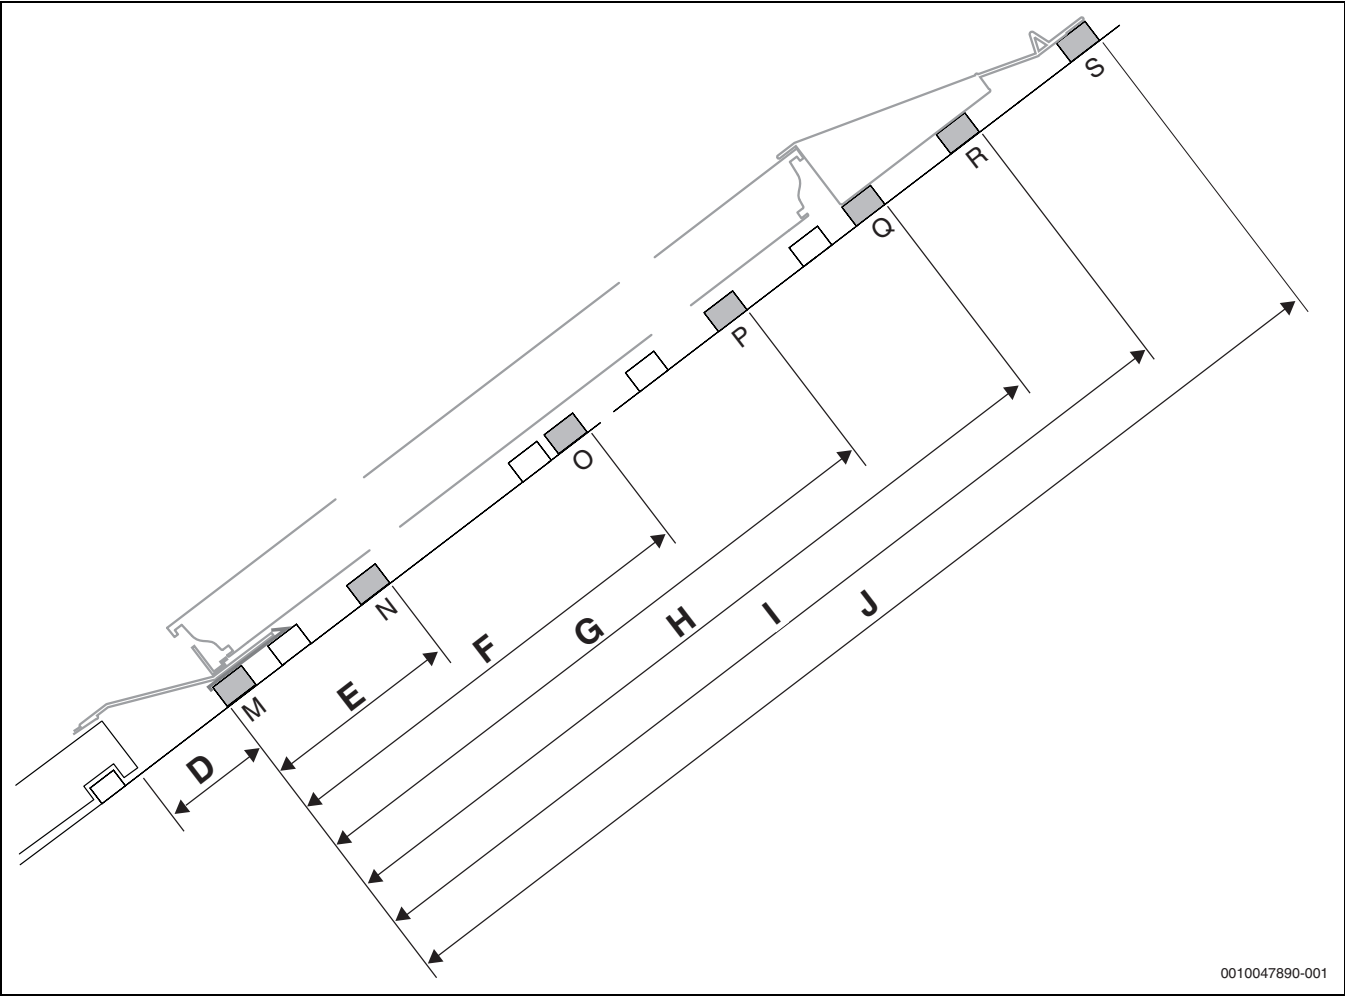

Bild 22 Position der zusätzlichen Dachlatten
- Zusätzliche Dachlatten montieren (→ Bild 22).
Die genaue Ausrichtung der Dachlatte für Montagehalter (→ Bild 22, Maß D) ist abhängig von der Ausrichtung der Eindeckung.